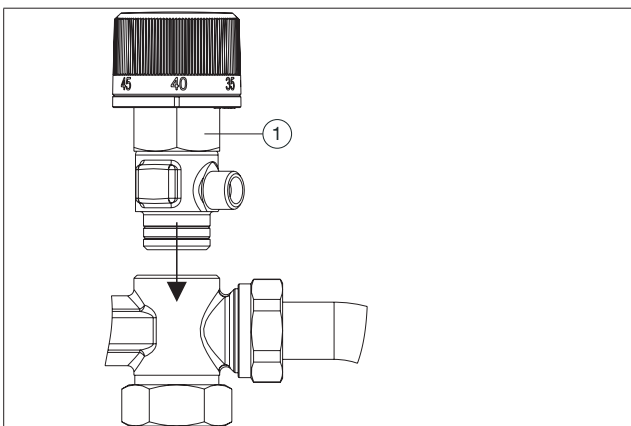
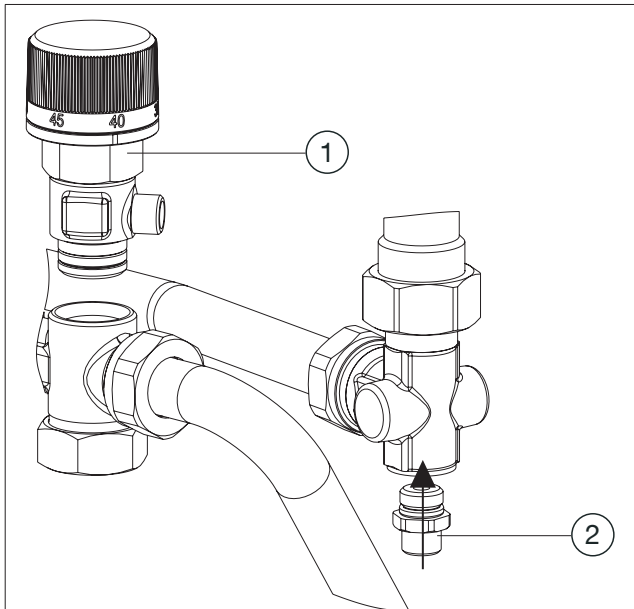

Abb. 4: Einbau Ventil Regudis W-HTU/TU und Regudis W-HTF
Abb. 7: Einbau Ventil und Adapter Regudis W-HTO
7. Schrauben Sie das Ventil in den Verteiler (siehe Abb. 4). Beachten Sie die Ausrichtung des Ventils (die weiße Markierung des Handrads muss nach vorne zeigen). Schrauben Sie das Gehäuse so weit ein, bis der Dichtring vollständig vom Gehäuse verdeckt ist, dann ist die Verbindung selbstdichtend.
Winkel (siehe Abb. 7).
- Schrauben Sie das Ventil in den Verteiler (siehe Abb. 4). Beachten Sie die Ausrichtung des Ventils (die Anzeige 45° muss nach vorne zeigen). Schrauben Sie das Gehäuse so weit ein, bis der Dichtring vollständig vom Gehäuse verdeckt ist, dann ist die Verbindung selbstdichtend (siehe Abb. 7).